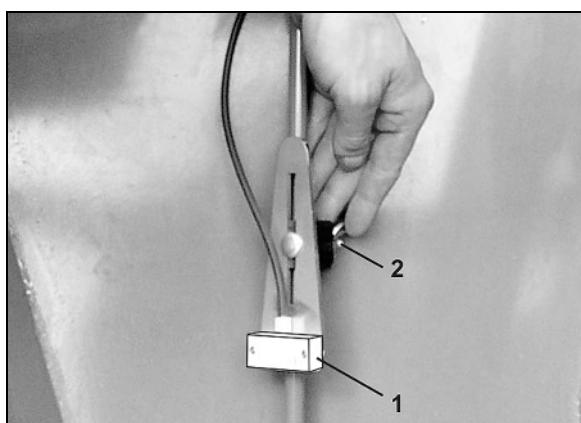

Рис. 84
4. Открутите и снимите крышку подшипника (Рис. 84).